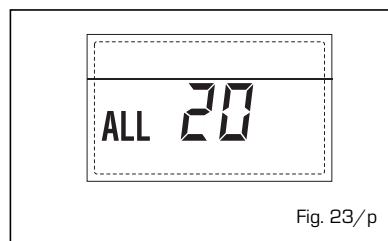

Fig. 23/p
- **ANOMALIA GUASTO SONDA MANDATA PRIMA ZONA MISCELATA "ALL 21"** (fig. 23/q)